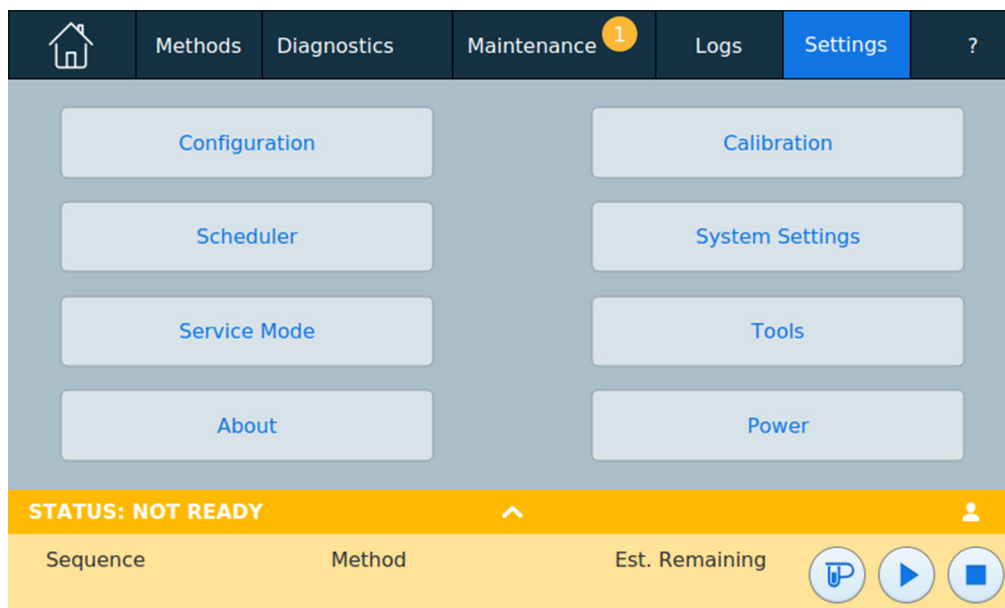

Figure 52 Vue Paramètres
- 1 Appuyez sur **Paramètres** sur le ruban de commande de l'écran tactile. La vue Paramètres apparaît. Voir Figure 52.
- 2 Appuyez sur **Configuration**. La page Configuration apparaît. Voir Figure 52.
- 1 Appuyez sur **Paramètres** sur le ruban de commande de l'écran tactile. La vue Paramètres apparaît. Voir Figure 52 à la page 137.
- 3 Appuyez sur le type de dispositif **Vannes** dans la liste sur la gauche de l'écran. Les propriétés du type d'équipement sélectionné apparaissent sur le côté droit de l'écran. Voir Figure 52.